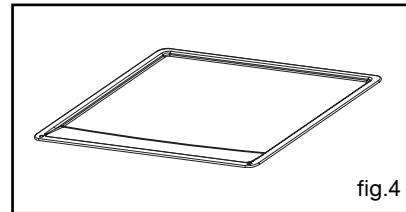

fig.4
- **Bandeja multiusos 5 mm (fig.4)**
- Enganche de nuevo el cristal (fig.4).